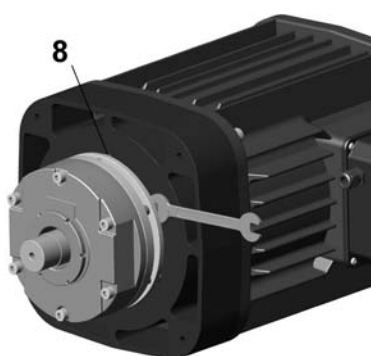

fig. 149a
5. Desserez les vis -8- utilisez une clé plate (fig. 149a).